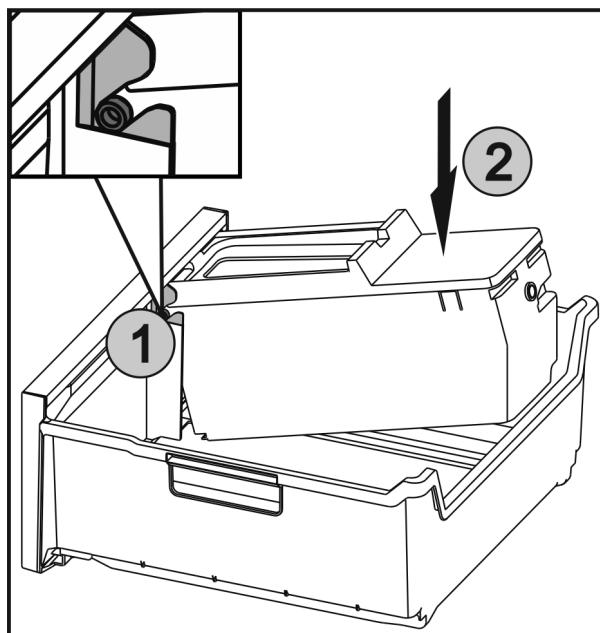

Fig. 40
- Вкарайте осите *Fig. 40 (1)* на EasyTwist-Ice във водачите и натиснете задната страна *Fig. 40 (2)*, докато езичето се фиксира.